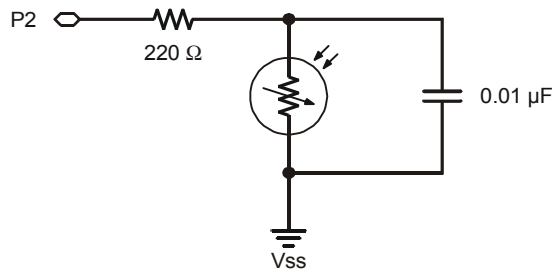
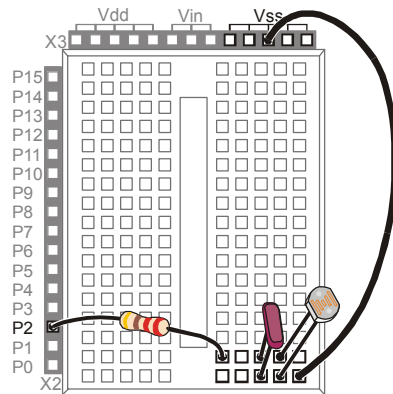

Figura 7-2
Figura 7-3
La Figura 7-2 mostra lo schema elettrico del circuito RC-time che userete in questo Capitolo, e la Figura 7-3 mostra lo schema di cablaggio. Questo circuito è diverso dal circuito del Potenziometro del Chapter #5, Esercizio #3 in due aspetti. Primo, il pin I/O usato per misurare il tempo di decadimento è diverso (P2). Secondo, la variabile Resistenza è ora una fotoresistenza invece di un Potenziometro.
√ Costruite il circuito mostrato nella Figura 7-2 e nella Figura 7-3.
Schema di cablaggio per la Figura 7-2
- ✓ Prima di andare al prossimo esercizio ritornate al circuito originale mostrato in Figura 7-2 rimuovendo il condensatore da 0.1 μF e sostituitelo con il condensatore da 0.01 μF .